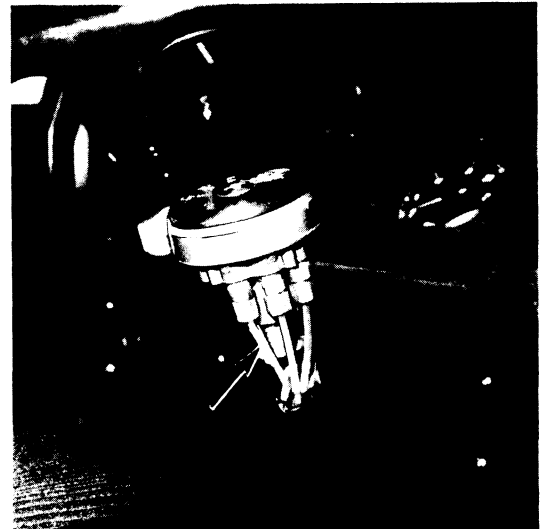

fig. 1
2. Merk de drie luchtleidingen van de knop van de schakelhefboom en neem de leidingen los (fig. 1). Dit geldt alléén wanneer de wagen is uitgerust met een „Fuller” versnellingsbak.